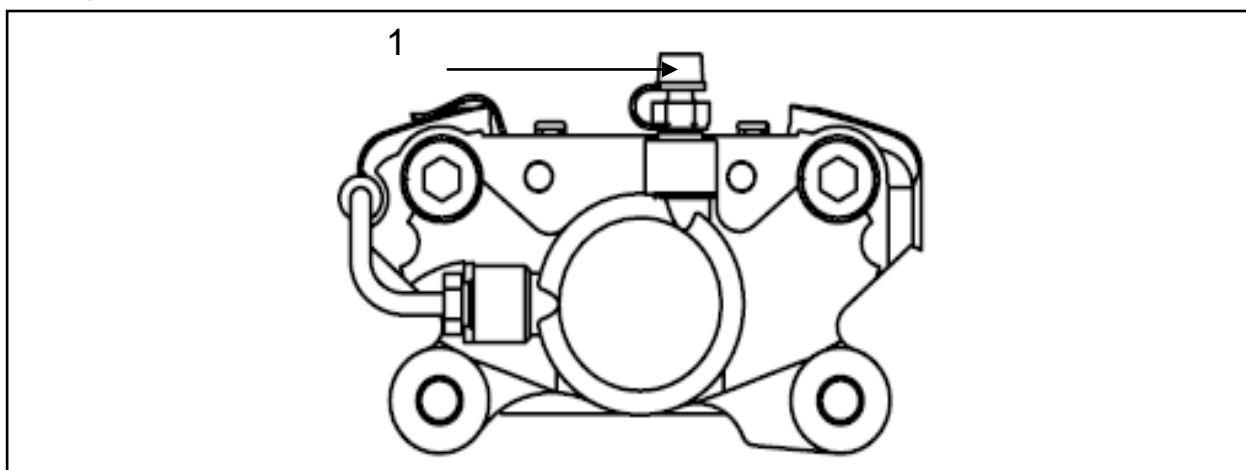

Рисунок 51 – Тормозной суппорт
2. Налейте тормозную жидкость в емкость бачка, наденьте трубку на перепускной штуцер 1 (рисунок 51) тормозного суппорта, свободный конец трубки погрузите в тормозную жидкость, залитую в специальную емкость;